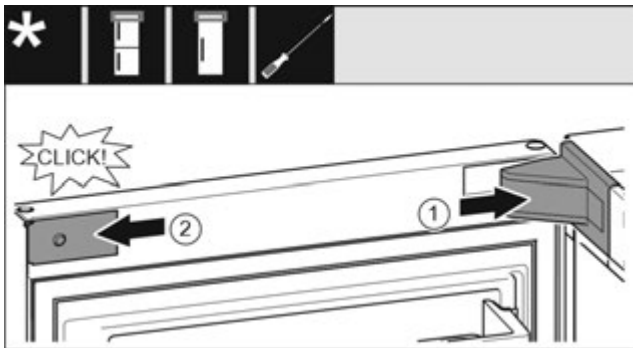

Fig. 23
- ▶ Встановіть та зафіксуйте кришку опорного кронштейна на у разі необхідності – обережно розтисніть. Fig. 23 (1)
- ▶ Встановіть збоку і зафіксуйте накладку. Fig. 23 (2)